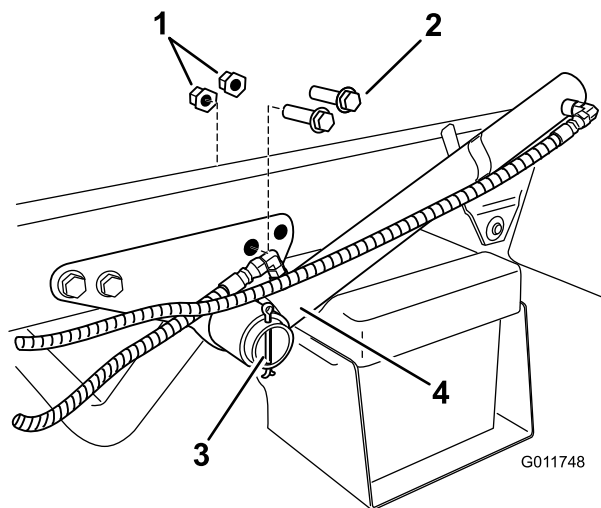

Figura 16
1. Rimuovete i due bulloni posteriori e i due dadi flangiati che si trovano sulla staffa del cilindro sinistro (Figura 16). Conservate gli elementi di fissaggio per il loro successivo riutilizzo.